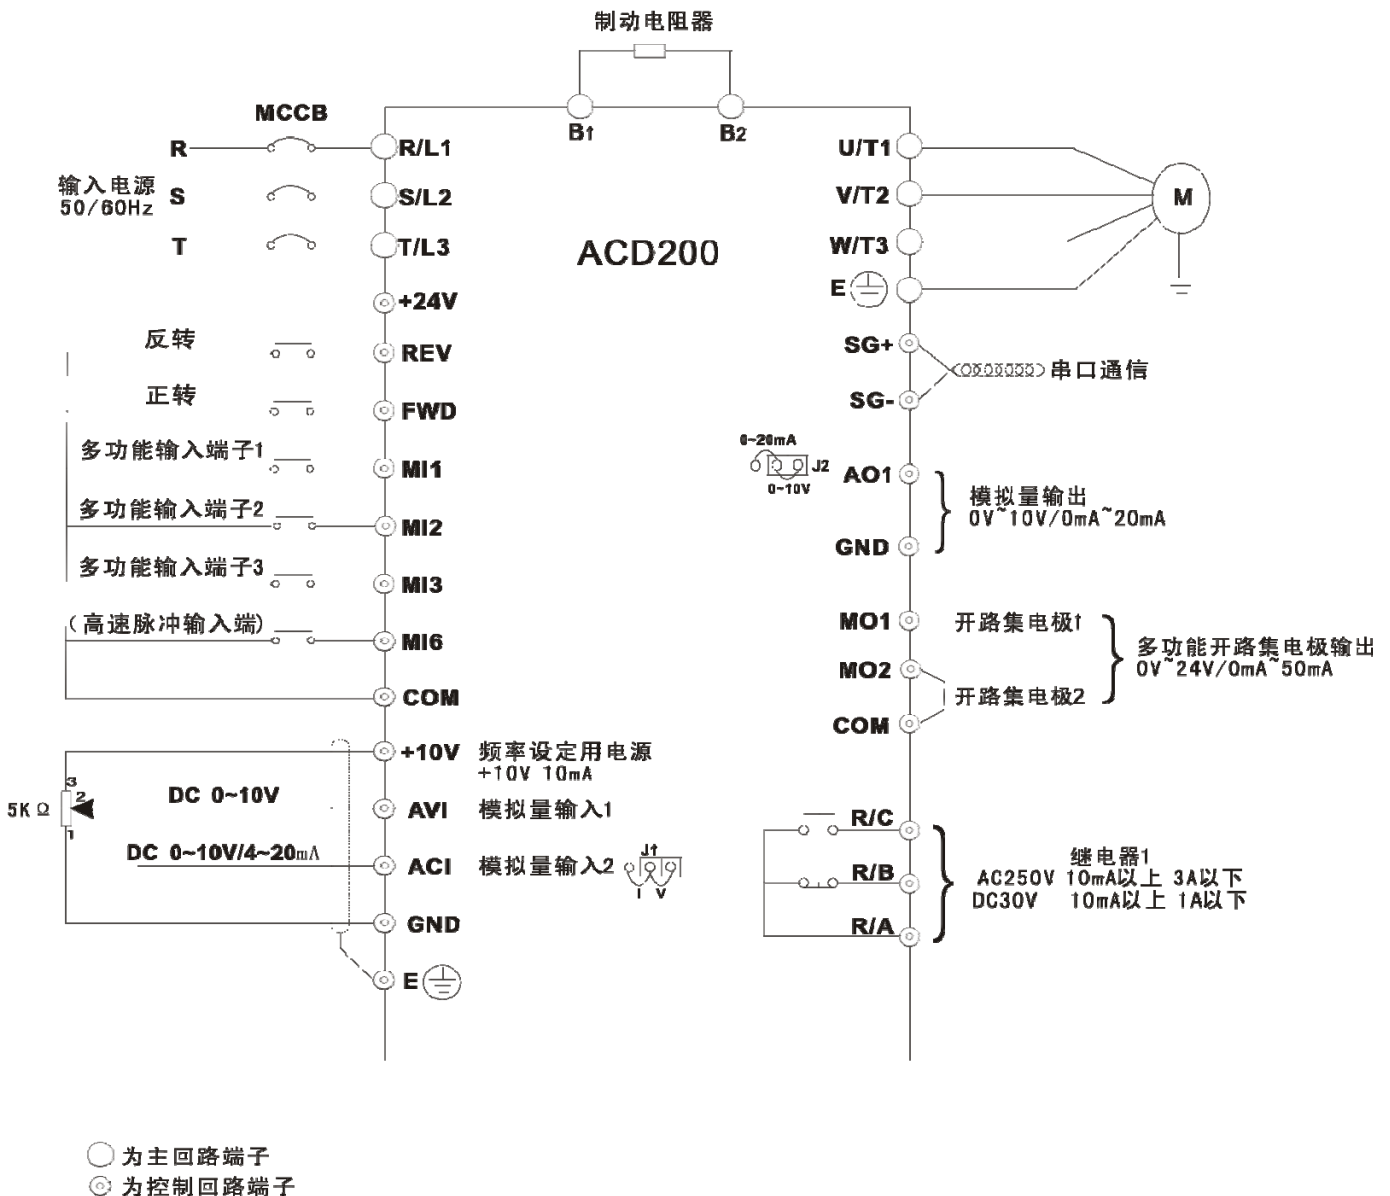

图 3-6 基本配线图
- (1) 接线前，确保已完全切断电源 10 分钟以上，否则有触电危险。
- (2) 严禁将电源线与变频器的输出端 U/T1、V/T2、W/T3 连接。
- (3) 变频器本身机内存在漏电流，中大功率变频器整机的漏电流大于 5mA，为保证安全，变频器和电机必须安全接地，接地线一般线径为 14~12AWG 铜线，接地电阻小于 10Ω。
- (4) 变频器出厂前已通过耐压试验，用户不可再对变频器进行耐压试验。
- (5) 变频器与电机之间不可加装电磁接触器和吸收电容或其它阻容吸收装置，如图 3-6。
- (6) 为提供输入侧过电流保护和停电维护的方便，变频器应通过中间继电器与电源相连
- (7) 继电器输入及输出回路的接线(MI1、MI2、MI3、MI6、A01、M01、FWD、REV 等)，应选用 22~16AWG 绞合线或屏蔽线，屏蔽层一端悬空另一端与变频器的接地端子  相连，接线长度小于 20m。